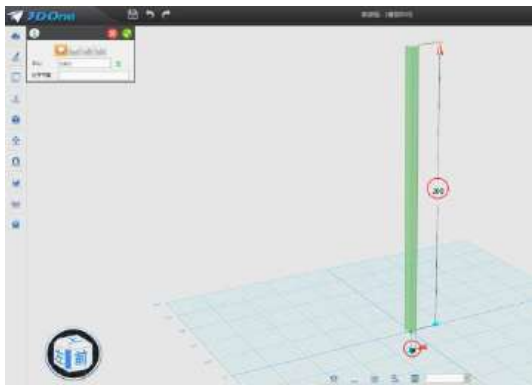
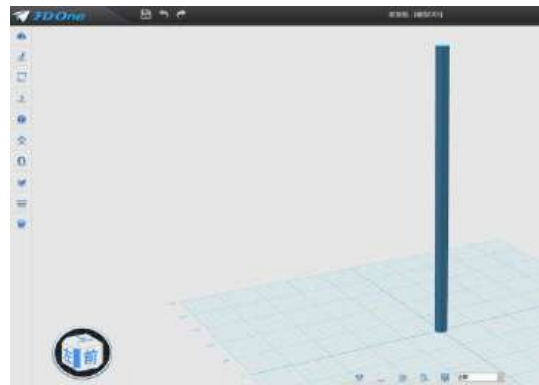

图 3-1
图 3-2
1.建一个圆柱体：圆柱半径为 4，高为 20。如图 3-1，图 3-2